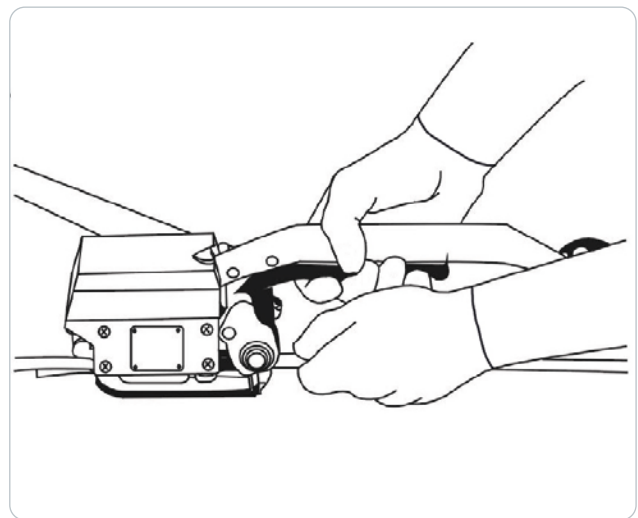

Abbildung 2
2. Die Wippe wird mit der rechten Hand betätigt. Die linke Hand führt die beiden übereinanderliegenden Stahlbandenden bis zum Anschlag in das Gerät, wie in Abbildung 2 dargestellt.